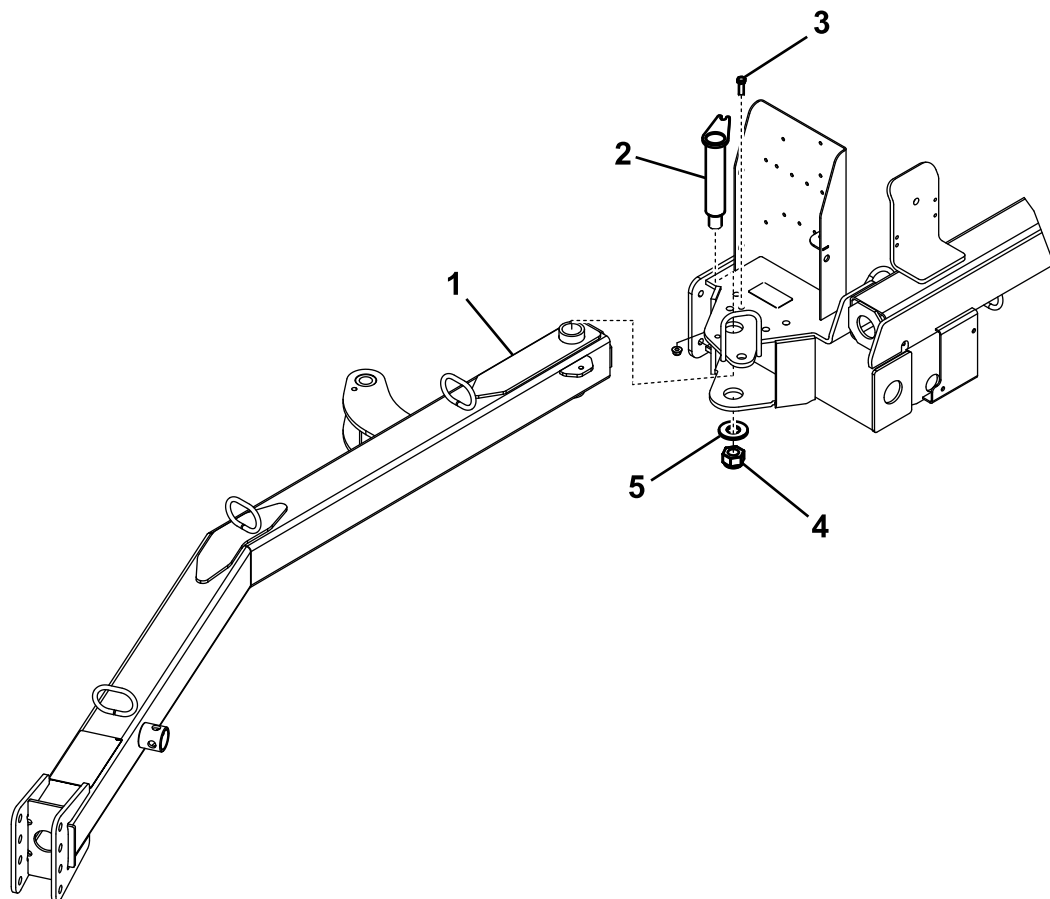

Figure 3
1. Insérez l'extrémité arrière de la flèche d'attelage entre les plaques de montage du balai-ramasseur tout en alignant les trous de montage (Figure 3).
2. Insérez la broche d'attelage dans les plaques de montage et la flèche d'attelage (Figure 3).
3. Fixez le haut de la broche d'attelage à la plaque de montage avec un boulon (3/8 x 1-1/4 po) et un contre-écrou (3/8 po) (Figure 3).
4. Fixez le bas de la broche d'attelage avec une grande rondelle, un grand écrou et une vis à tête carrée (Figure 3).